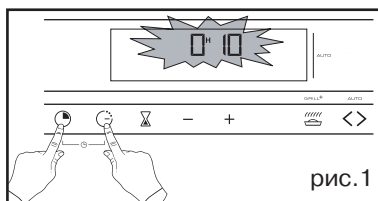

рис. 1
- Настройте и подтвердите время на программирующем устройстве на 0 часов 10 минут (рис. 1)